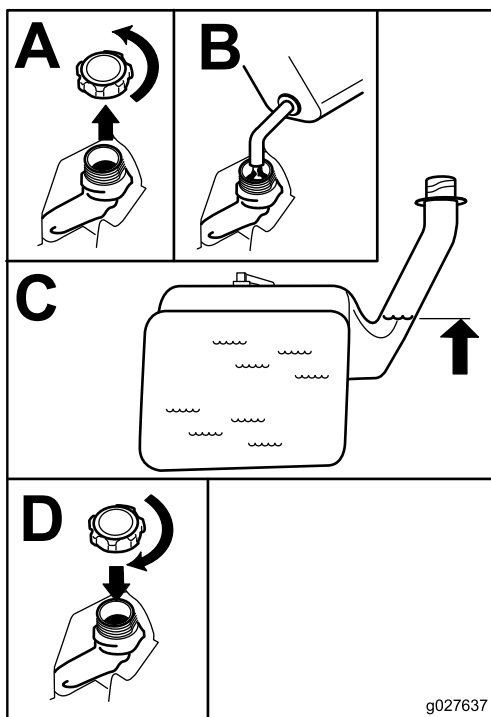

Figura 8
2. Añada gasolina sin plomo **lentamente** hasta que el combustible llegue a la base del cuello de llenado Figura 8.